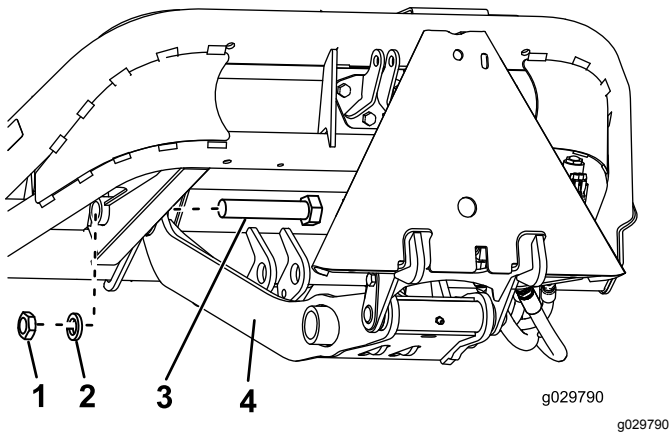

**Figura 7**
**Nota:** Posicione el soporte del cilindro según se muestra en (Figura 7).